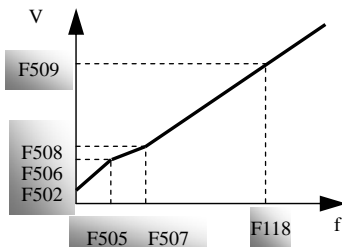

图 5-8 折线型 V/F 曲线
- 用户可根据自己的需要，自行定义折线型 V/F 曲线，如图 5-8 所示。